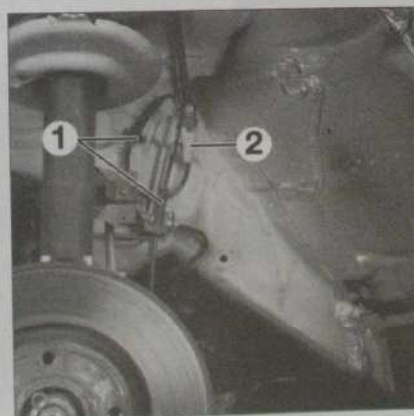

Fig. 25
- Dégrafer le faisceau (1) (Fig.25).
- Débrancher le connecteur (2).